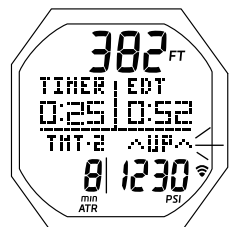

Fig. 110 - ÉCRAN PRINCIPAL GAUG D'INFRACTION DIFFÉRÉE 3 (minuteur réglé sur OFF)
**ÉCRAN PRINCIPAL D'INFRACTION DIFFÉRÉE 3** : paramètres affichés (Fig. 110) -